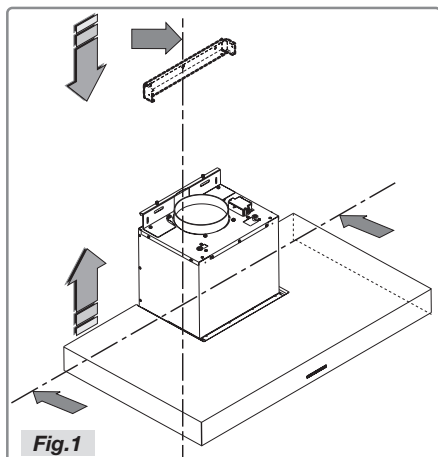

Fig. 1
- Teken de onderkant van de kap af op de muur, rekening houdend met de minimale afstand tussen kap en fornuis (Fig. 1).